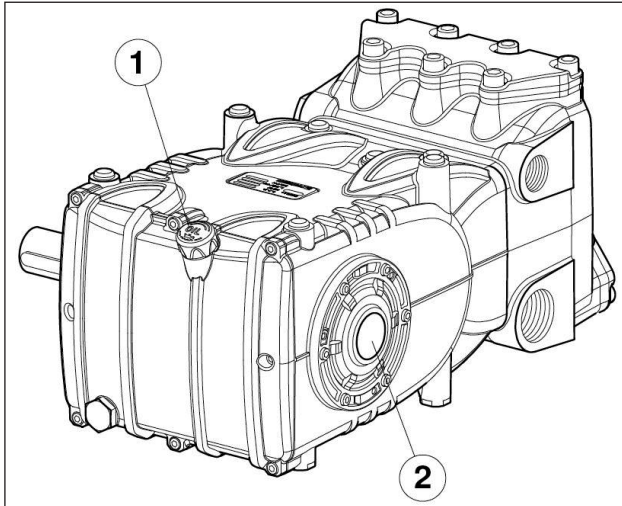

Fig. 14
5. L'huile dans le carter de la pompe est au bon niveau, en le vérifiant avec la jauge prévue à cet effet (Fig. 14, rep. ①) et exceptionnellement avec le témoin de niveau (Fig. 14, rep. ②).